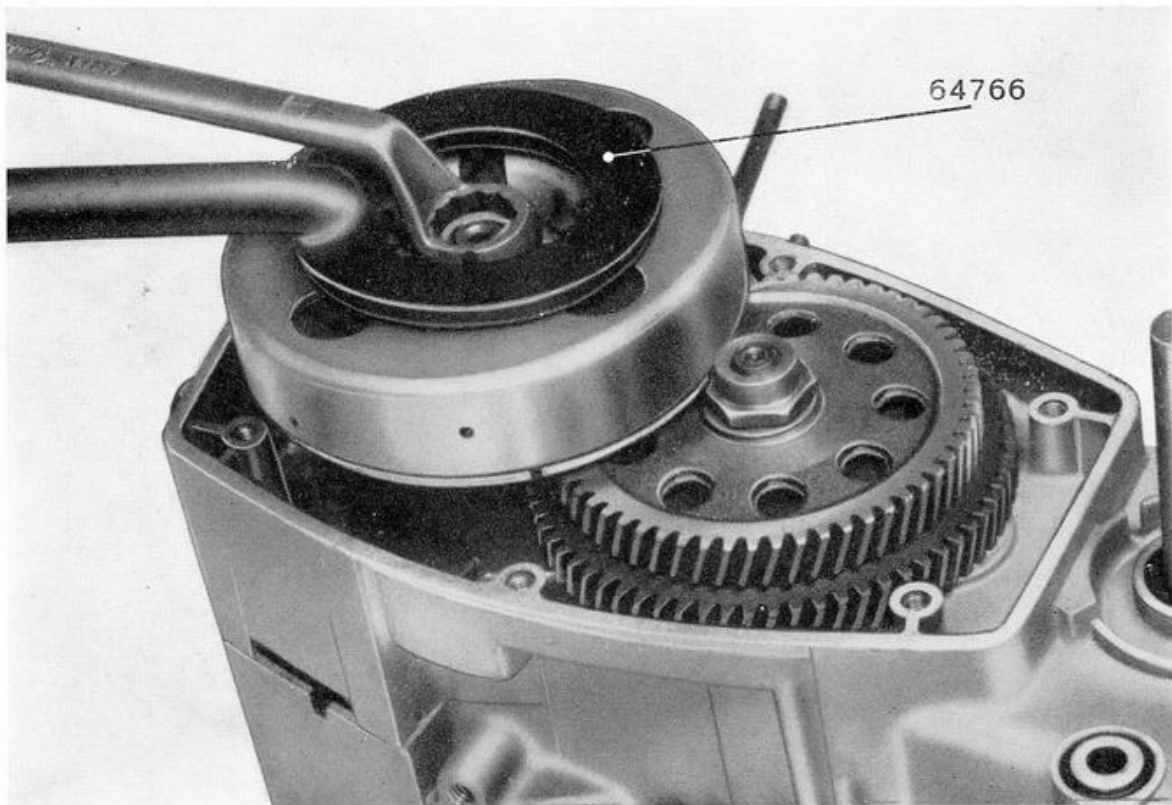

Fig. 5 - Come trattenere il gruppo frizioni.
9. Fig. 5 - Usando l'attrezzo 64766 ferma corpo frizione svitare con chiave da mm. 17 il dado e sfilare la relativa rondella.